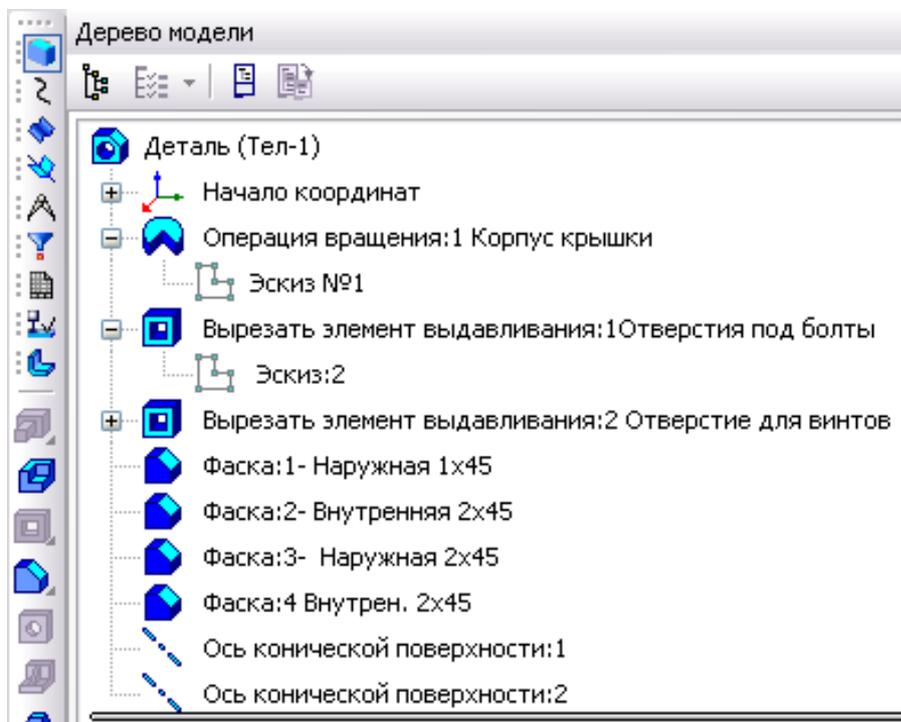

Рис. 3.67. Дерево модели детали «Крышка»
1.4.6. Последовательность построения детали «Крышка» появится в Дереве модели (рис. 3.67).